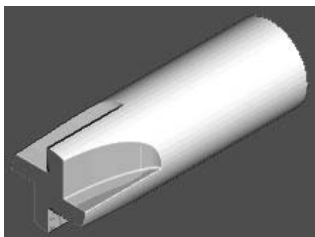

图 4-68 仿真加工结果 2
2) 在“仿真”工具栏的“当前刀具路径”下拉列表中选择要模拟的刀具路径 finish，然后单击“执行”按钮，系统开始自动仿真加工，仿真加工结果如图 4-68 所示。